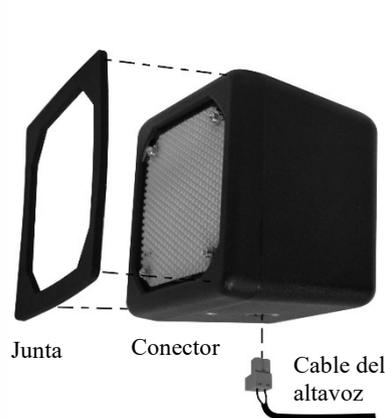

Figura 22. SP10 con junta y conector de cable
1. Quite aproximadamente 1 pulgada (25,4 mm) de aislamiento del extremo del cable del altavoz y  $\frac{1}{4}$  de pulgada (6,35 mm) de aislamiento de cada uno de los dos alambres del cable, pero no cubra de estaño los alambres. Conecte los alambres del cable del altavoz al conector como se muestra en la **Figura 22**.
2. Inserte el conector en el conector del altavoz como se muestra en la **Figura 22**.
1. Retire el revestimiento de cinta de doble pegamento y presione el lado adhesivo de la junta contra el frente del altavoz en la posición que se muestra en la **Figura 22**.